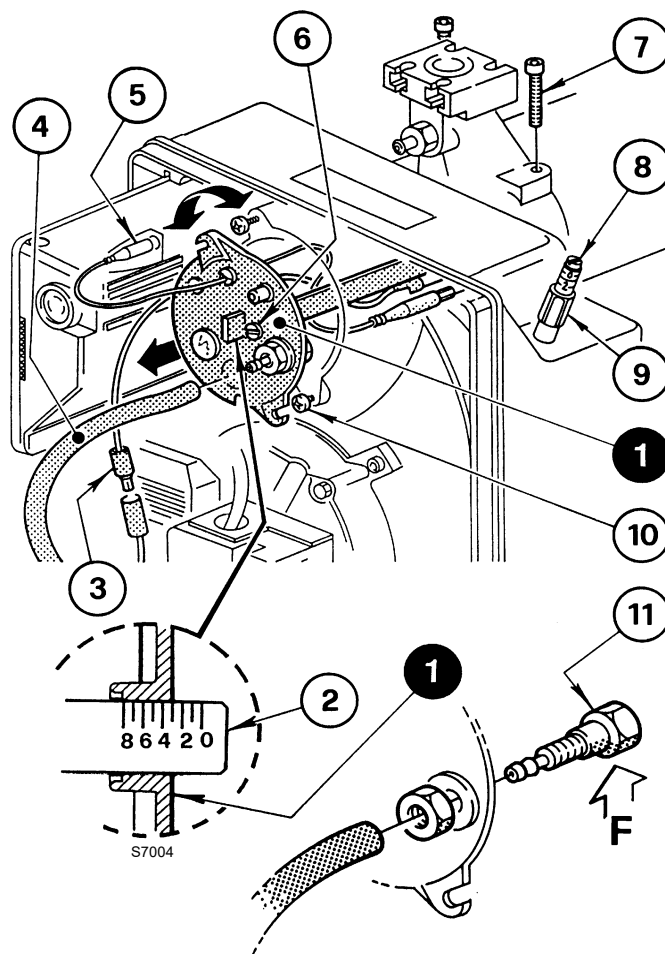

Fig. 13
Denne utføres ved å vri reguleringsskruen 6) med eller mot urviserne Fig. 13) inntil hakket som er trykt inn på reguleringstaven 2) samsvarer med den utvendige flaten til hodet 1).
I Fig. 13, er reguleringstaven til hodet justert til hakket 3.
For å trekke ut enheten med hode (Fig. 13) er det nødvendig å:
Monter tilbake på plass ved å utføre prosedyren i motsatt rekkefølge i forhold til det som er beskrevet ovenfor, ved å plassere hodet 1)(Fig. 13) slik det opprinnelig var.
Stram skruene 7)(Fig. 13), uten å blokkere disse, så langt det lar seg gjøre. Blokker så skruene med et strammemoment på 3 - 4 Nm.
Dersom tilfeldigvis trykkpluggen 11)(Fig. 13) løsner, minner vi om at den må festes på riktig måte ved at hullet (F)(Fig. 13) plassert internt på hodet 1)(Fig. 13) er vendt nedover.